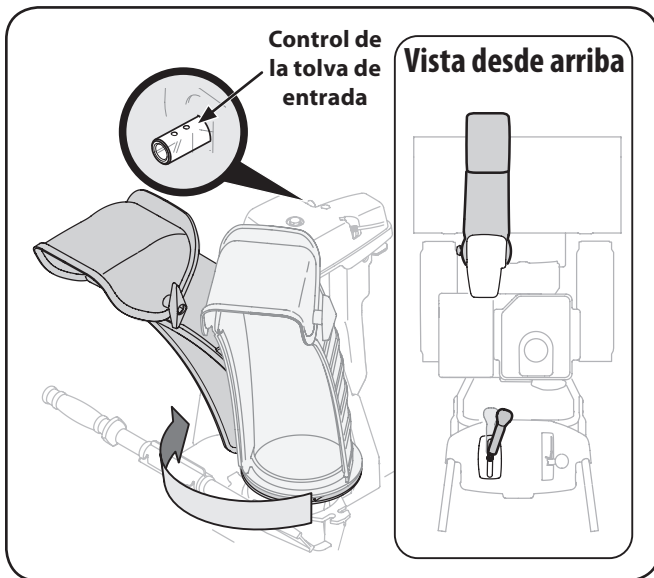

Figura 3-9
4. Apriete el disparador en la palanca de control y gire el canal manualmente para que mire hacia delante. Los orificios en el cabezal de control del canal estarán mirando hacia arriba. Vea la Figura 3-9.
Nota: La palanca de control girará ligeramente hacia la derecha. Vea "Vista desde arriba" en la Figura 3-9.